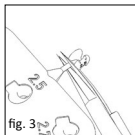

fig. 3
■ **Fig. 3** El calibrador seleccionado para la medición se corta con unas microtijeras y se transporta hasta el oído medio utilizando un aspirador u otro instrumento de microcirugía.